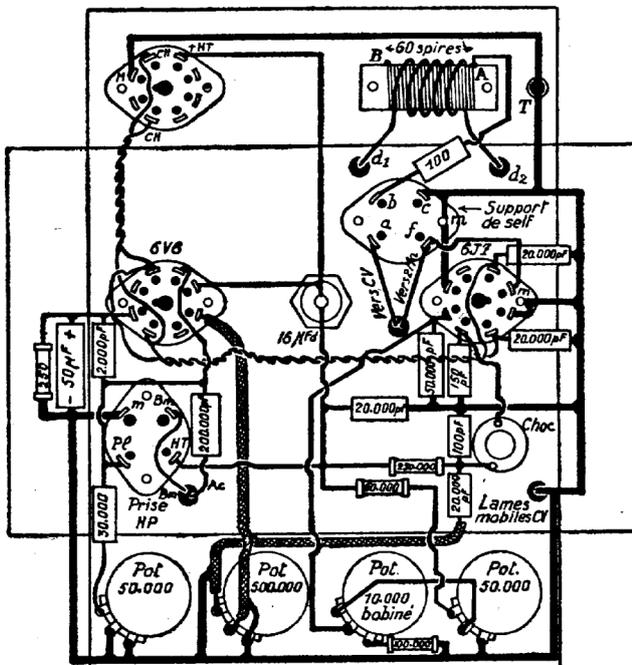

Fig. 83. — Plan intérieur du châssis.
**PLANS DE CABLAGE.** — Nous nous sommes astreint à les relever, en 3 figures (fig. 83, 84, 85) pour ce Bill O. C. 44 qui est ainsi à la portée du novice avec lequel nous lui souhaitons de faire ses premières armes.